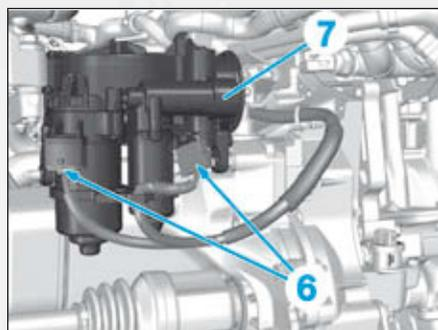

FIG.18
- Débrancher les connecteurs (6) (Fig.18).
- Glisser l'actionneur de la boîte de vitesses (7) sur les vis colonnettes.
- Déposer l'actionneur de la boîte de vitesses (7).
- Brancher les connecteurs (6) (Fig.18).